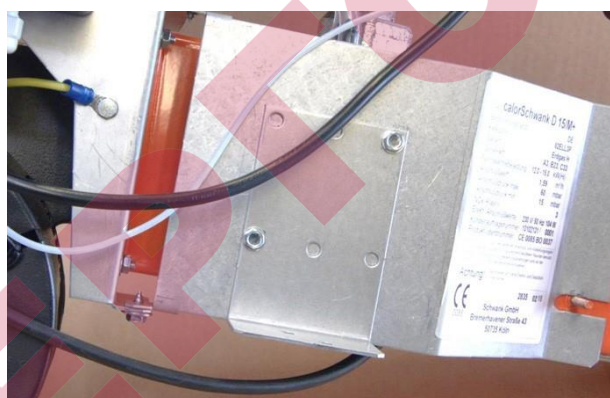

Рисунок 6.4.2
1. Самонарезающие винты крепления реле дифференциального давления воздуха ослабить/снять и закрепить крепежную пластину 2/2-ходового клапана вместе с реле давления воздуха с помощью прилагаемых удлиненных самонарезающих винтов (см. рисунок 6.4.2).